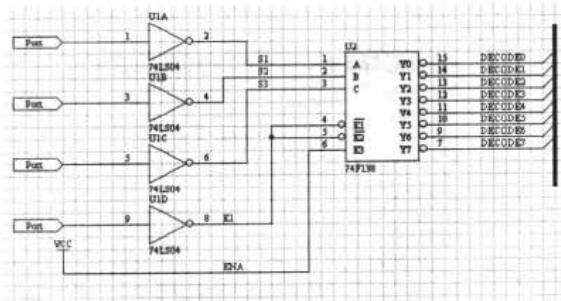

图 4-42 放置端口实例
- (1) 执行菜单命令 Place|Port，或用鼠标左键单击电路绘图工具栏 PlacePort 按钮 ，或按下 Alt+P+R 键，即进入放置端口的状态。
- (2) 确定端口的左边界。执行命令后，光标形状变成了十字形状，并带上了浮动的端口；移动十字光标到适当位置，单击鼠标左键或按下 Enter 键，即可确定端口的左边界。
- (3) 确定端口的右边界。端口左边界确定后，其右边界随着光标的移动而移动，单击鼠标左键或按下 Enter 键，即可确定端口的右边界。
- (4) 此时系统仍然处于放置端口状态，可以继续放置其他端口，或者单击鼠标右键，或按下 Esc 键弹出放置端口状态。将前面的实例增加端口，即如图 4-42 所示。